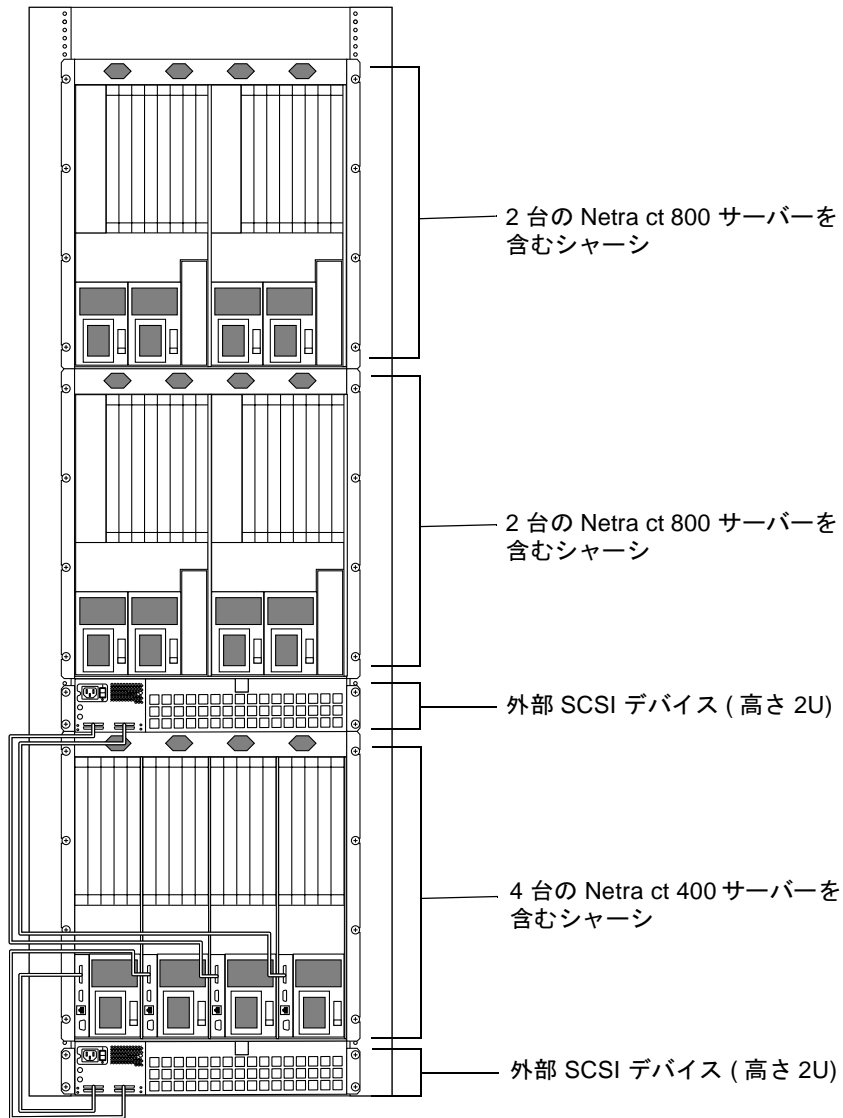

図 2-4 構成例 2 - シャーシ 3 台 (外部 SCSI デバイス 2 台)
- 図 2-4 – 構成例 2 – シャーシ 3 台 (外部 SCSI デバイス 2 台)